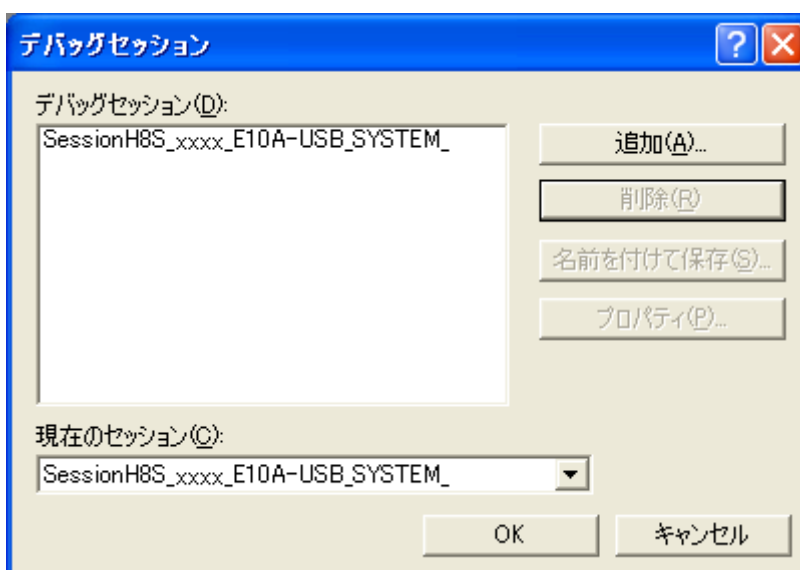

図 4.29 [デバッグセッション]ダイアログボックス
1. [デバッグ->デバッグセッション...]を選んでください。[デバッグセッション]ダイアログボックスを表示します(図 4.29)。